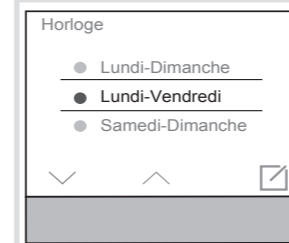

Figure 12 : Réglage de l'horloge
- Avec ☑, confirmer (figure 12).